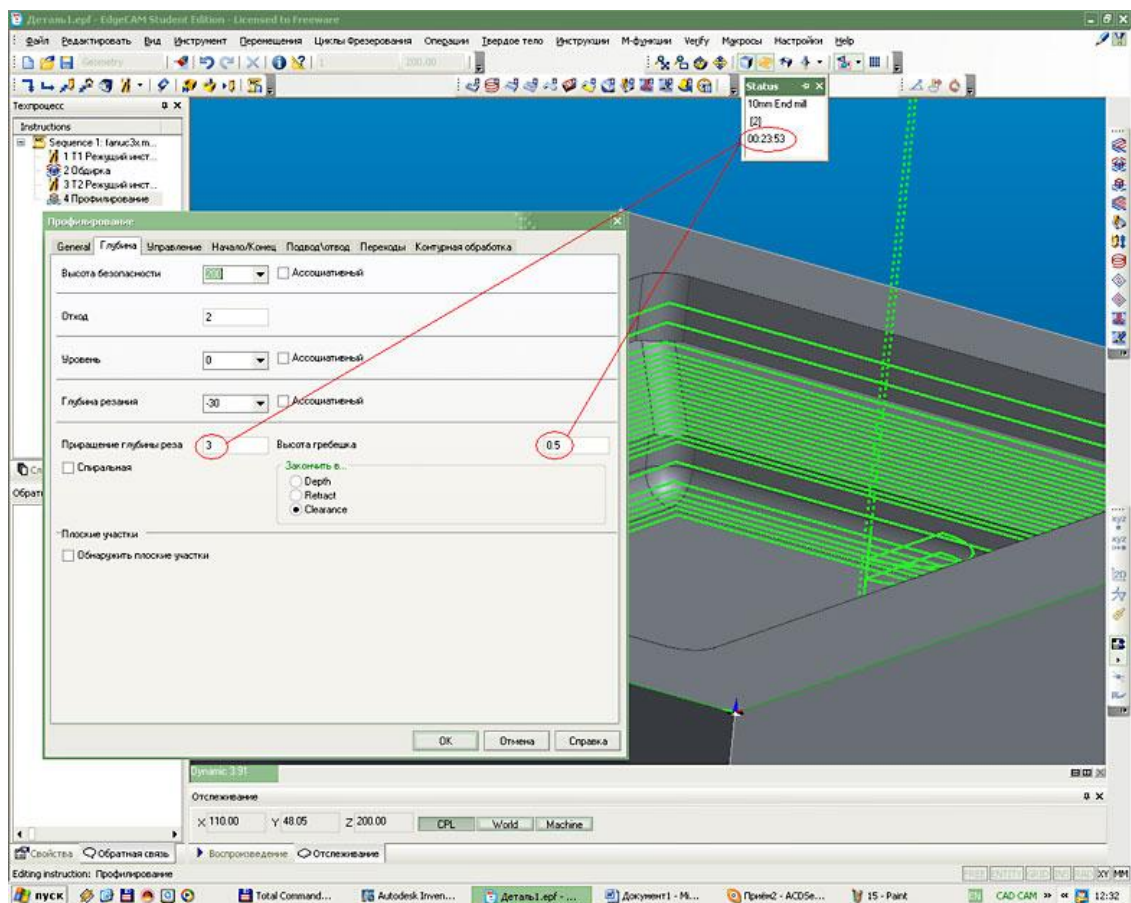
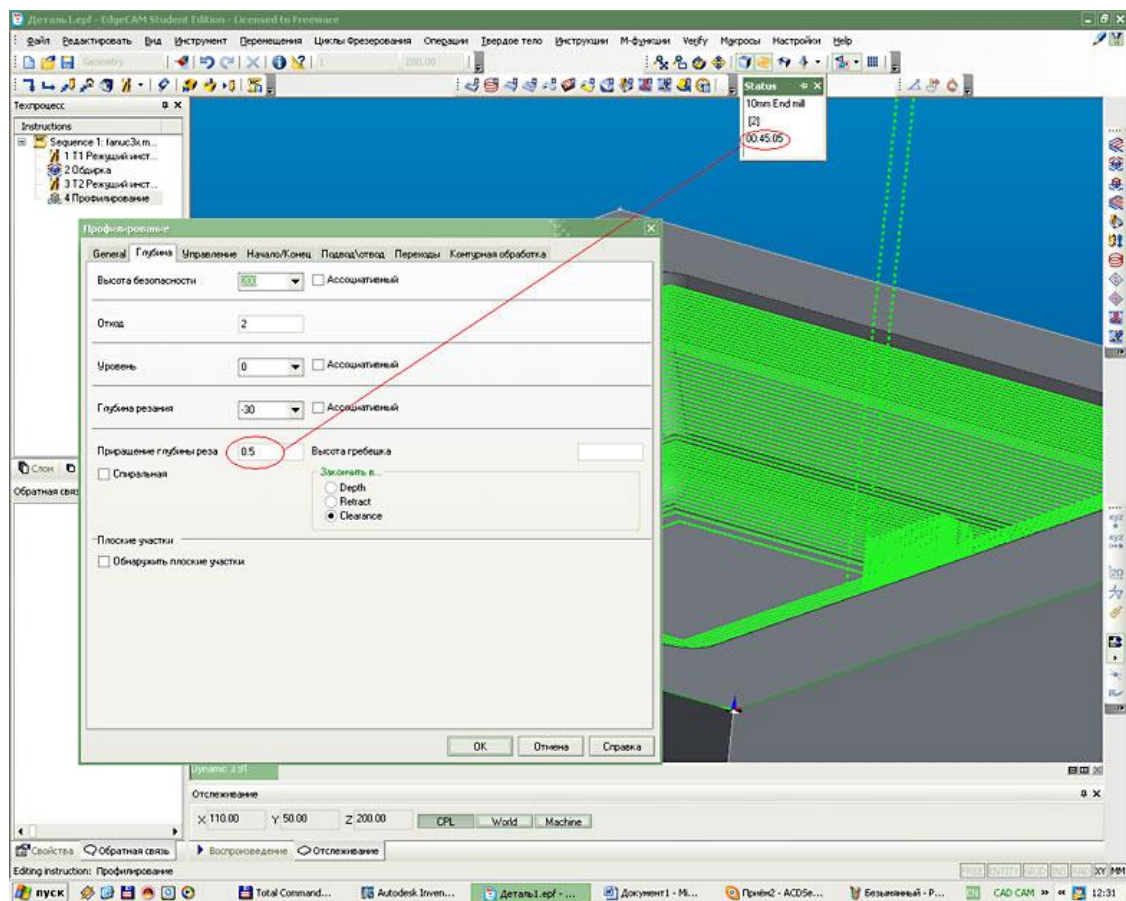

Рис. 14. Edgescam. Обработка 3D кармана с использованием функции контроля высоты гребешка.
Рис. 15. Edgescam. Обработка 3D кармана с использованием функции контроля высоты гребешка.
8. Данный способ обработки снижает машинное время, это хорошо видно из рис.14, 15. Где на рис.14 показано машинное время обработки кармана с использованием функции контроля высоты гребешка, а на рис.15 показана просто обработка с постоянным приращением глубины резания равное высоте гребешка, т.е. 0,5мм.